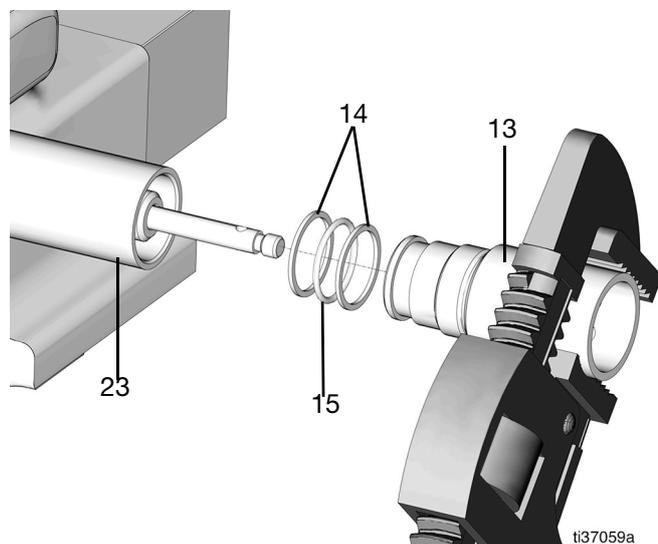

FIG. 38
18. Placer le tube de la pompe dans un étau, protégé par un chiffon et serrer pour stabiliser le tube du bas de pompe (23) (FIG. 38).
19. Desserrer le tube shovel (13) à l'aide d'un serre-tube et le retirer du tube du bas de pompe (23) (FIG. 38).
20. Retirer les deux bagues d'appui (14) et le joint torique (15) du tube shovel (13) (FIG. 38)